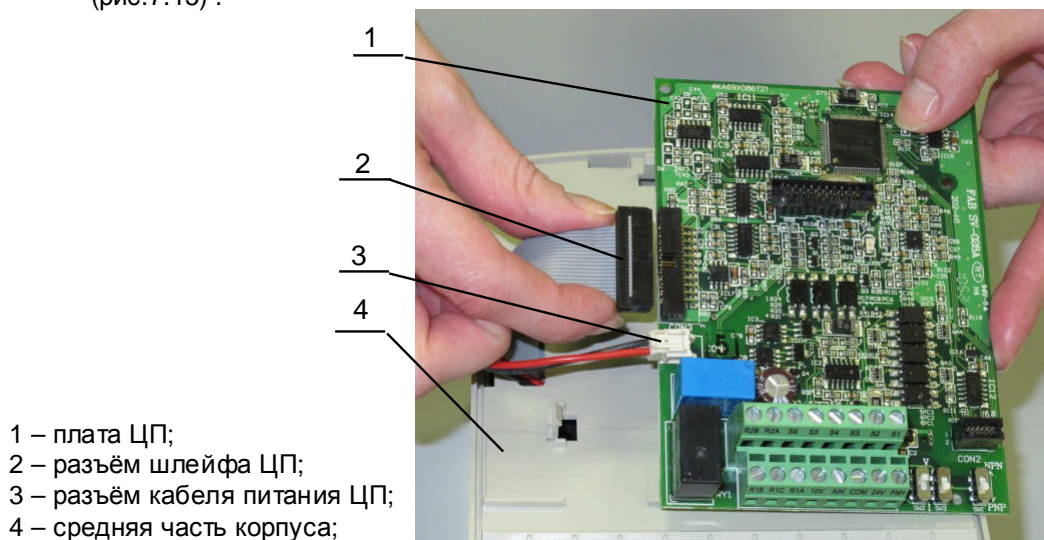

Рис.7.15.
7.7.1. Присоединить к плате ЦП разъем кабеля питания ЦП и разъем шлейфа ЦП (рис.7.15) .